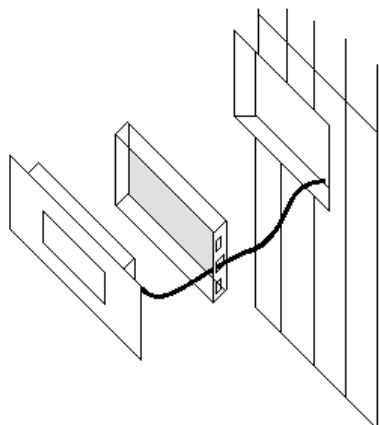

Рисунок 6.
- Подключение пульта управления к плате парогенератора осуществляется с помощью кабеля через специальную резиновую вставку в корпусе парогенератора снизу. Длина кабеля составляет 5 метров. Установка пульта управления осуществляется на высоте 1,5 – 1,8 метра (**внутри парной установка пульта запрещена**). До соединения провода с парогенератором, его необходимо проложить к месту установки пульта управления (см. Рисунок 6.)